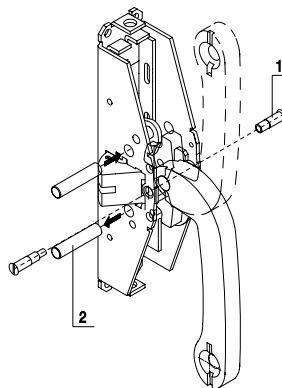

FIG. 6
- 5) **DETERMINAZIONE MANO DEL MANIGLIONE:** L'articolo viene fornito di mano SX (fig. 1), per cambiare mano eseguire le seguenti operazioni sulla **SCATOLA PRINCIPALE:** (fig. 6). Svitare il perno staffa, sfilare i due perni. Ruotare la staffa di 180°, sfilare la spina da 8 mm dalla sua posizione ed inserirla dalla parte opposta (fig. 6) (nel caso il passaggio fosse impedito dal perno di arresto scrocco, spingerlo in avanti fino a liberare il passaggio ed inserire la spina). Riavvitare il perno staffa.
- 5) **DETERMINING THE DIRECTION OF THE PANIC EXIT DEVICE:** the article comes supplied as SX left-handed (Fig. 1), to change this carry out the following operations on the **MAIN CASING:** (Fig. 6) Unscrew the rod stirrup bracket, pull out the two rods. Rotate the stirrup bracket 180 degrees, pull out the 8 mm pin from its position and insert it in the opposite part (Fig. 6) (in the event that the passageway is obstructed by the latch-bolt arrest pin, push it forward until the way is free and insert the pin). Rescrew the stirrup bracket.
- 5) **DÉTERMINATION DE LA MAIN DE LA POIGNEE ANTI-PANIQUE:** L'article est fourni de main GAUCHE (fig. 1), pour changer de main, effectuer les opérations suivantes sur le **COFFRE PRINCIPAL:** (fig. 6). Dévisser l'axe de la bride, retirer les deux axes. Tourner la bride de 180°, retirer la goupille de 8 mm par rapport à sa position et l'introduire du côté opposé (fig. 6) (si le passage est empêché par l'axe d'arrêt du pêne, le pousser vers l'avant pour libérer le passage et introduire la goupille). Revisser l'axe de la bride.
- 5) **DETERMINACIÓN DE LA MANO DE LA BARRA:** El artículo es suministrado en posición de mano izquierda (Fig. 1). Para cambiar de mano, realice las siguientes operaciones en el **COFRE PRINCIPAL:** (Fig. 6). Desenrosque el perno de la abrazadera, extraiga los dos pernos. Gire la abrazadera 180°, extraiga la clavija de 8 mm de su posición e introdúzcala por la parte opuesta (Fig. 6). (Si el pasaje es impedido por el perno de parada del pestillo, empujelo hacia delante hasta liberar el pasaje, e inserte la clavija). Enrosque nuevamente el perno de la abrazadera.
- 5) **BEPALING VAN DE RICHTING VAN HET ANTI-PANIEKSLOT:** Het artikel wordt standaard voor linksdraaiende deuren geleverd (afb. 1), om de draairichting te veranderen, de volgende handelingen op de **HOOFDKAST** uitvoeren: (afb. 6). De stoppin van de hendel losdraaien en de twee pinnen uittrekken. De hendel 180° draaien, de 8 mm pin uittrekken en in de juiste positie aan de tegenover gestelde zijde insteken (afb. 6) (mocht de stoppin van de schoot het inschuiven verhinderen, de schoot naar voren duwen. De beugelpin weer vastdraaien.
- 5) **BESTIMMUNG DER TÜRDRÜCKER-ÖFFNUNGSRICHTUNG:** Der Artikel wird mit nach links gerichteter Öffnung (Abb. 1) geliefert. Um die Öffnungsrichtung zu ändern, geht man folgendermaßen vor: **AUF DEM HAUPTKASTEN** (Abb. 6) schraubt man den Bügelstift ab und zieht dann die beiden Stifte heraus. Dann dreht man den Bügel um 180°, zieht den 8-mm-Dorn aus seiner Position und setzt ihn auf der gegenüberliegenden Seite wieder ein (Abb. 6). (sollte der Durchgang aufgrund des Fallenspernstiftes behindert sein, schiebt man ihn einfach nach vorne, so dass der Durchgang frei wird und setzt den Dorn ein). Jetzt schraubt man den Bügelstift wieder an.